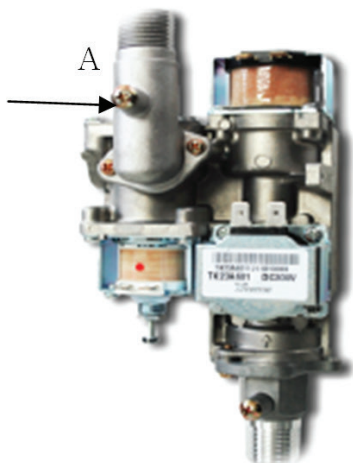

Рисунок 14. Газовый узел
- Отключить манометр от патрубка замера вторичного давления газа «А» (рис. 14);
- Закрутить винт с уплотнением в патрубок «А» (рис. 14).